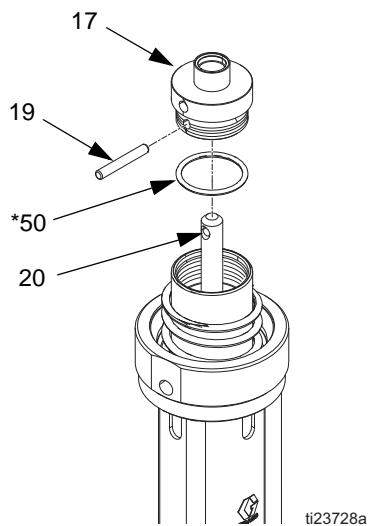

FIG. 14
5. Enlever la goupille (19) et enlever le bouchon (17) du piston de l'arbre de transmission (20). Enlever le joint torique (50*) du bouchon du piston. Vérifier si aucune des pièces n'est endommagée. Voir FIG. 14.